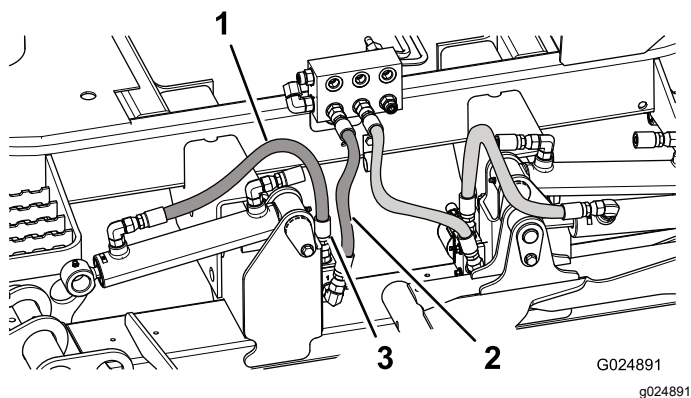

図 8
7. ジャンクションマニホルドのフィッティングから外したホースの先を、デッキロックマニホルド上部にあるフィッティングストレートフィッティングに取り付ける 図 8。
8. 新しいホースを、ジャンクションマニホールドとデッキロックマニホールドの 90 度フィッティングに接続する 図 8。